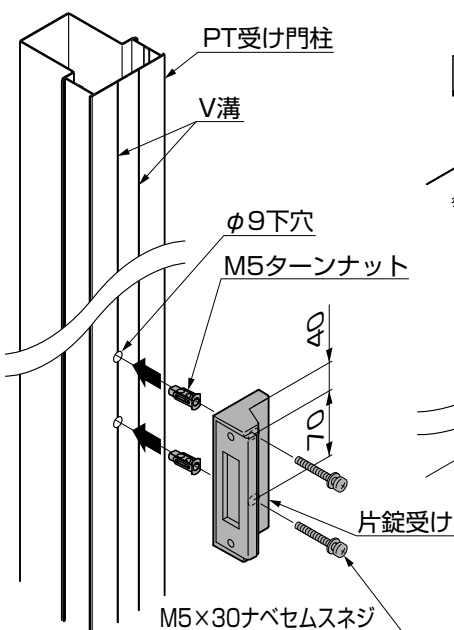

図6-3
①PT受け門柱のV溝部に片錠受けを取付けてください。(図6-3参照)